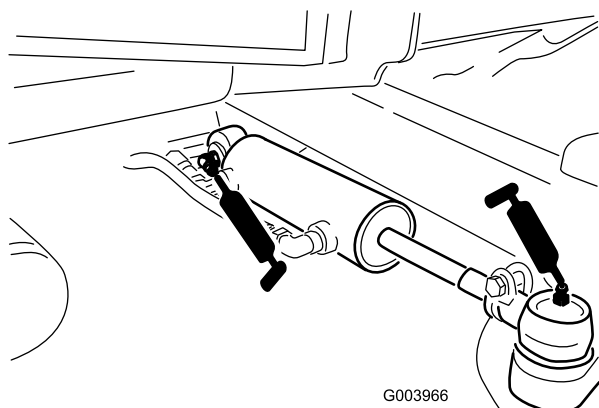

Рисунок 53
- Шаровые опоры гидроцилиндра рулевого управления (2 шт.) (Рисунок 53)